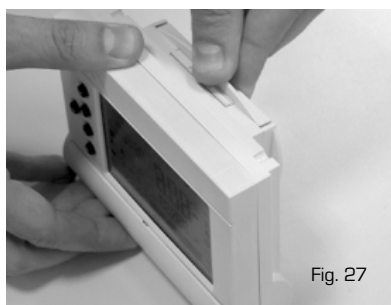

Fig. 27
- 2) Desconecte el adaptador del mando remoto a distancia, haciendo fuerza con los dedos sobre la respectiva "luneta soporte" (fig. 27).